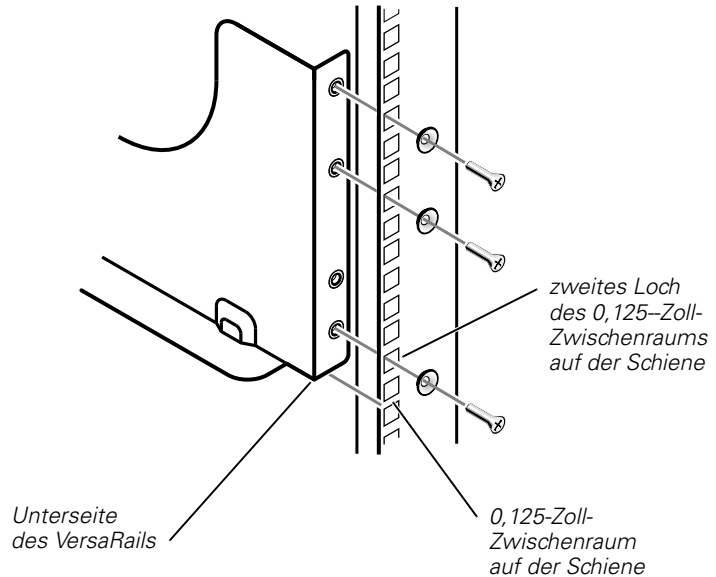

Abbildung 3-2. Ausrichten des VersaRails
2. Richten Sie das VersaRail auf die vordere vertikale Schiene im Rack aus (siehe Abbildung 3-2).
3. Platzieren Sie den Montageflansch des VersaRails an der Innenseite der vorderen vertikalen Schiene des Racks, so dass die Unterseite des VersaRails auf den 0,125-Zoll-Zwischenraum der vorderen vertikalen Schiene des Racks ausgerichtet ist (siehe Abbildung 3-2).
ANMERKUNG: Sie müssen unbedingt die Montagelöcher (siehe Abbildung 3-2) verwenden, um die Vorderseite der VersaRails am Rack zu befestigen. Das zweite Montageloch am Boden des VersaRails dient zur Befestigung Ihres Systems am Rack.